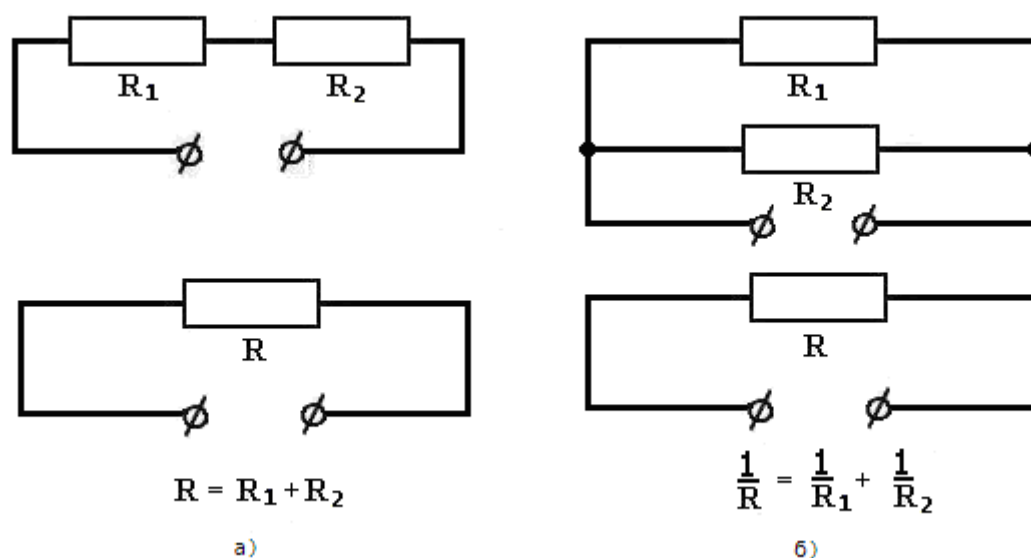
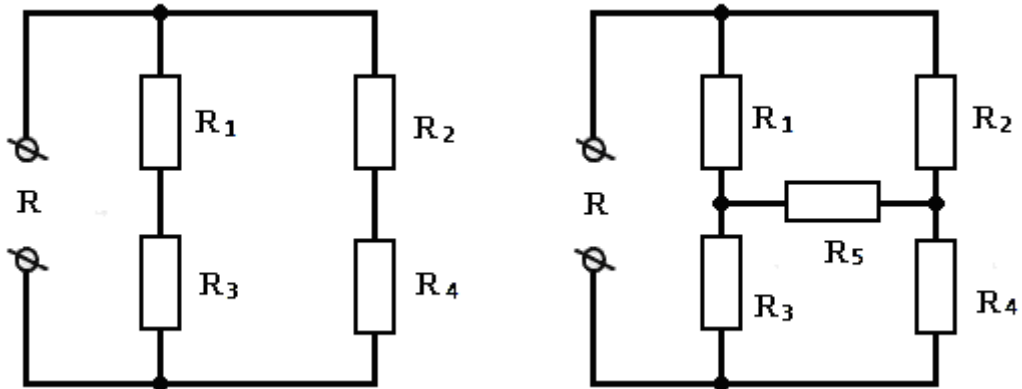

Рис. 1. а) – последовательное; б) - параллельное включение резисторов.
Рис. 2. а) - четырех элементная мостовая схема резисторов $R_1 - R_4$; б) - пяти элементная мостовая схема резисторов $R_1 - R_5$.
В электрических цепях основная функция конденсатора – накапливать энергию электрического поля; соленоида - накапливать энергию магнитного поля. Что касается резистора, то при прохождении по нему тока происходит выделение энергии, при этом изменяется величина проходящего по нему тока. Это его свойство используется для перераспределения токов и напряжений в электрических цепях. Цепь постоянного тока – это соединения из электро, радио элементов по законам электричества, когда в схеме токи и напряжения неизменны с течением времени. Сопротивление R – величина, характеризующая способность материала (проводника, полупроводника, жидкости, газа ...) препятствовать прохождению электрического тока. В электронике специально создают резисторы, чтобы иметь возможность менять параметр R . Способы их соединения и расчета эквивалентных сопротивлений - известны (Рис. 1).
Есть схемы, в которых определить эквивалентное сопротивление по правилам Рис. 1 невозможно. Оно легко определяется для схемы Рис. 2 а, но если добавим резистор R_5 , то по методике Рис. 1 этого не сделаешь.
2. Определение эквивалентного сопротивления цепи R по схеме Рис. 2 а. По данным Табл. 1 найдите $R_{\text{расч}}$. Полученное проверьте экспериментально прибором В7-35. Результаты расчета представьте в отчете по работе.
3. Определение эквивалентного сопротивления цепи R по схеме Рис. 2 б. Используя преобразования (2), (3) треугольник/звезда, рассчитайте эквивалентное сопротивление R для пяти резисторов из числа R_1 - R_8 (по согласованию с преподавателем). Результат проверить прибором В7-35. Результаты расчета представьте в отчете по работе.